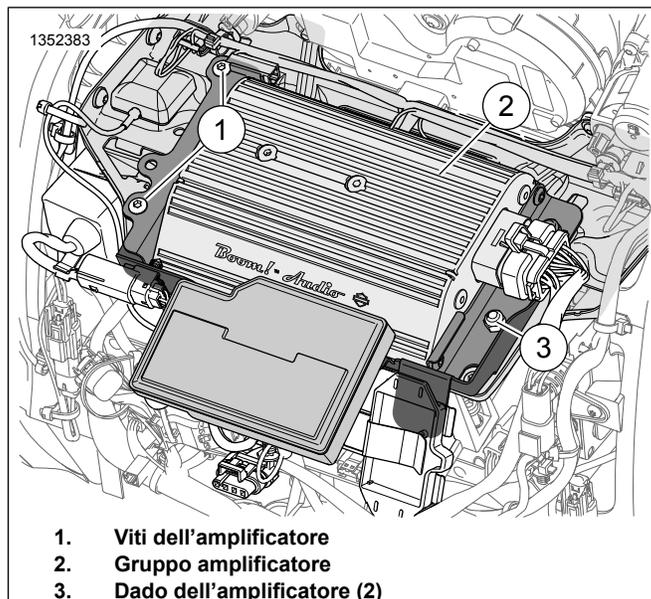

Figura 8. Installazione dell'amplificatore
2. Vedere la figura 8. Installare l'amplificatore.
- Se questo amplificatore viene usato con un amplificatore secondario per abilitare da sei a otto altoparlanti, vedere i dettagli sui collegamenti per [162] e [313] in Tabella 1, Tabella 2 e nel kit 76000280. FLHX(S) [162] (F) uscita Molex a quattro vie del canale posteriore della radio. Per l'uscita dell'altoparlante senza amplificatore. Vedere Figura 8 Non utilizzata con amplificatore primario, utilizzata per INGRESSO amplificatore secondario. Vedere Figura 10. FLHCU/FLHTK/TRIKE [162] (R), uscita Molex a 16 vie del canale posteriore della radio. Contiene tutto il cablaggio dei gusci degli altoparlanti posteriori. Installare il 69200714 per utilizzarlo con gli amplificatori (vedere il punto 7). Amplificatore sulla carenatura [313], uscita Molex a 4 vie del canale posteriore dell'amplificatore primario, può essere utilizzato per altoparlanti nelle borse, gusci posteriori o carenatura inferiore. Riservato per carenatura inferiore quando utilizzato su configurazioni a sei o otto altoparlanti.